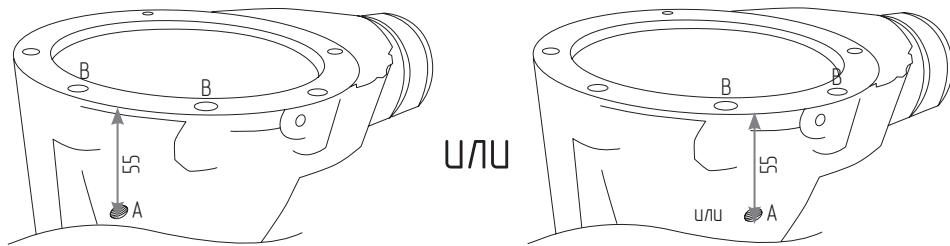

Рис. 2
1. Просверлите сквозное отверстие А диаметром 10,7-10,8 мм в картере (**см. раздел Инструменты**), отступив 55 мм от края картера (**Рис. 2**) так, чтобы отверстие располагалось посередине между крепежными отверстиями картера **B**.